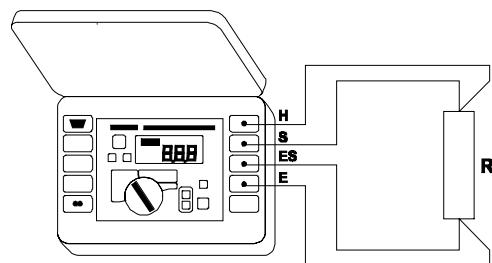

Рис.7. Четырехполюсная схема для измерения сопротивления
- Подключить измеряемое сопротивление к клеммам „**H**” и „**S**” и клеммам „**ES**” и „**E**” в соответствии с Рис.7.